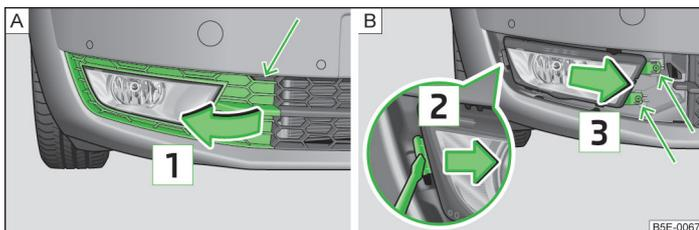

Abb. 226 Vorderer Stoßfänger: Schutzgitter / Nebelscheinwerfer ausbauen
- › Das Schutzgitter im Pfeilbereich » Abb. 226 - **A** mithilfe des Bügels zum Abziehen der Radvollblenden » Seite 244, Bordwerkzeug lösen.
- › Den Nebelscheinwerfer » Abb. 226 - **B** mit dem Schraubendreher aus dem Bordwerkzeug abschrauben.
- › Zum erneuten Einbau den Nebelscheinwerfer entgegen der Pfeilrichtung **3** » Abb. 226 einsetzen und festschrauben.